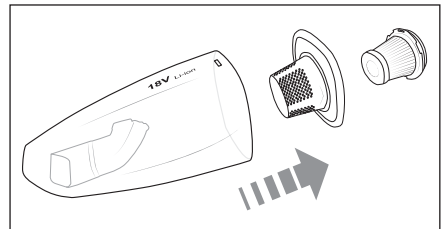

Fig. 6
- 4) Tras esto, retire el filtro grueso **7** del depósito de suciedad **8** (fig. 6). Sacuda ambos filtros **6/7** sobre un cubo de basura o un contenedor similar. En caso necesario, puede enjuagar los filtros **6/7** con agua limpia. Tras esto, deje que los filtros **6/7** se sequen completamente al aire antes de volver a insertarlos.